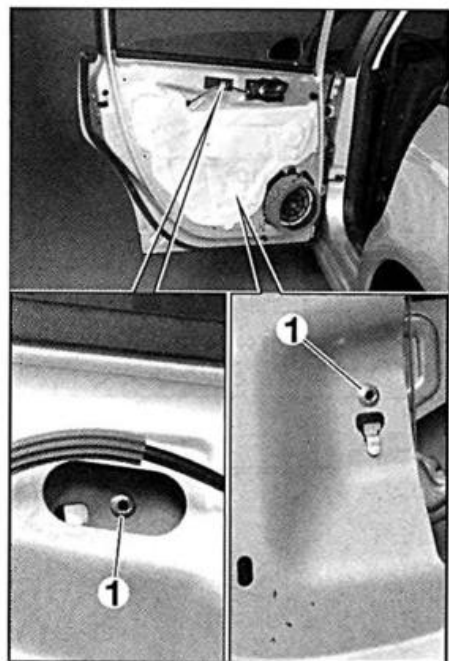

FIG. 54
- Taladrar los remaches de fijación (1) (fig. 54).